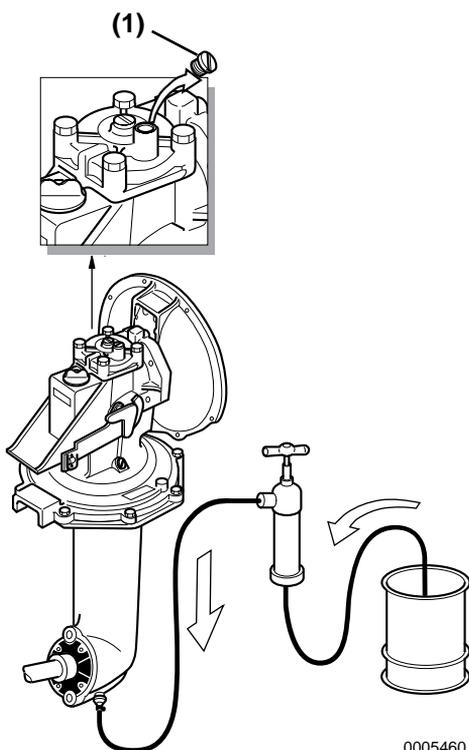

Figure 13
- Reliez le tuyau du bas et un tuyau d'aspiration à la pompe Yanmar avec un collier de serrage (Figure 13).
- Retirez le bouchon du couvercle du carter supérieur (Figure 13, (1)).